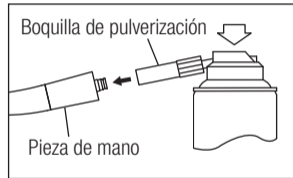

Fig. 9
- 3) Inserte la boquilla del pulverizador en la parte trasera de la pieza de mano. Sostenga la pieza de mano y el pulverizador durante 2-3 segundos. Aplique lubricante hasta que sobresalga del cabezal de la pieza de mano al menos dos segundos (Fig. 9).
- 3) Lubrique la pieza de mano utilizando NSK PANA SPRAY Plus/PANA SPRAY (Fig. 9) o sistema de lubricación y limpieza automático de la pieza de mano NSK.